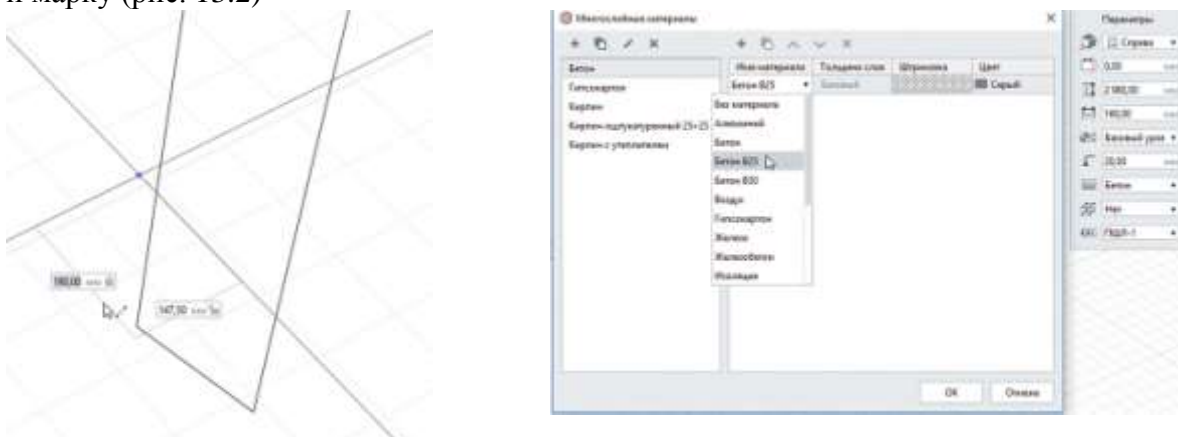

Рисунок 13.2. Привязки при создании стены. Задание материала и марки панели
2. При переходе с 2Dпроектирования на BIM не стоит пугаться того, что все надо делать в 3D. Привычные плоскости никуда не делись. Построим проем под дверь лифта на плоском виде (рис.13.2). Для начала зададим нужные ему габариты и форму на панели параметров. Проектировать лучше на 3D, так как 2D не дает нам визуального представления расположения двери по высоте, где в 2Dпроектировании можно допустить ошибку. Указываем материал панели и марки (рис. 13.2)